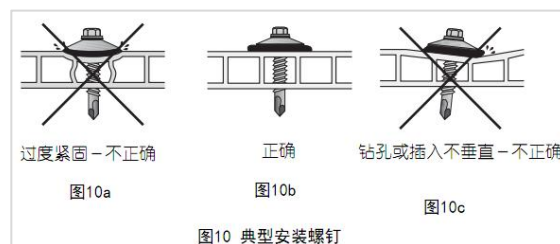

图10 典型安装螺钉
5. 应使用带限位的电动螺丝刀来紧固螺丝。过度紧固会伤害板面并造成过早失效(图 10)。